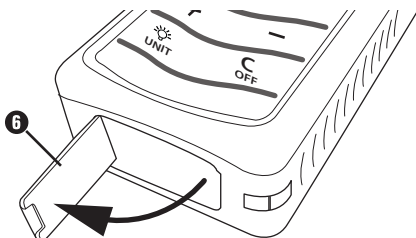

Bild 2
- ◆ Fäll ut vinkelanslaget **6** så som visas på bild 2.